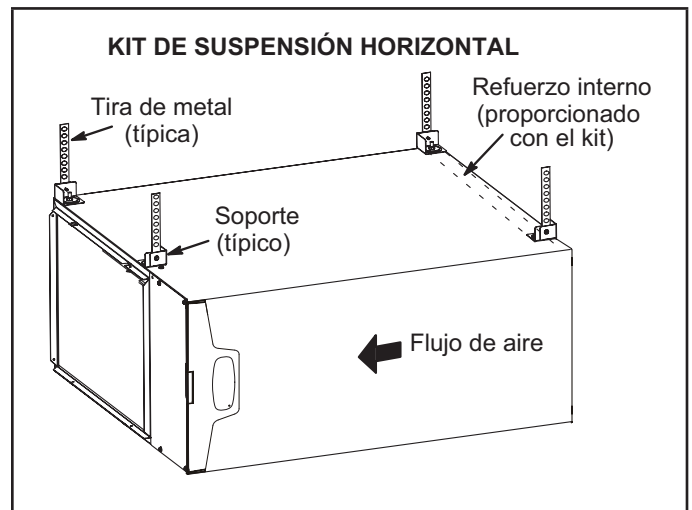
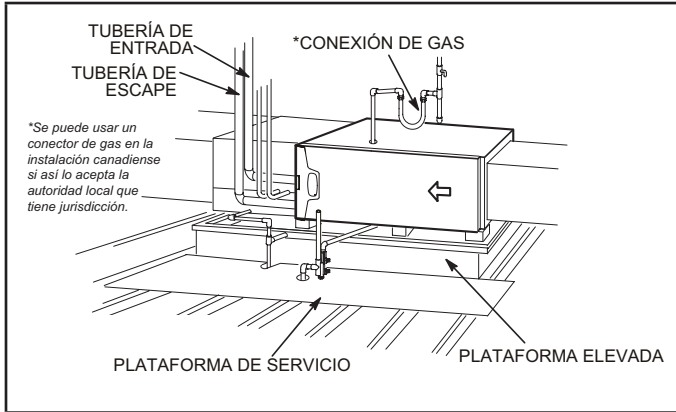

Figura 18
Figura 19
Este calefactor puede instalarse ya sea en un ático o en un espacio entre plantas. Ya sea cuelgue el calefactor de los travesaños del techo o de las vigas del piso, tal como se muestra en la Figura 18, o instálelo sobre una plataforma, tal como se muestra en la Figura 19. Se puede ordenar un kit de suspensión horizontal (51W10) de Lennox o usar un equivalente.
- 2 - Construya un marco de madera elevado y cúbralo con una lámina de madera terciada. Si la unidad se instala arriba del espacio acabado, fabrique un colector de drenaje auxiliar a ser instalado debajo de la unidad. Coloque la unidad en el colector de drenaje como se muestra en la Figura 19. Deje 8 pulgadas de espaciamiento de servicio debajo de la unidad para la trampa de condensado.